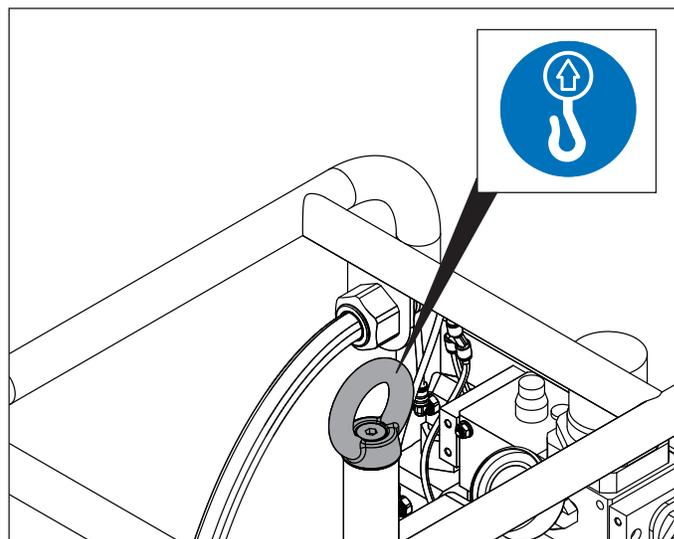

Figura 7: Golfare di sollevamento
- Sollevare la pompa soltanto tramite il golfare integrato. La posizione è indicata nella Figura 7. NON sollevare la pompa agganciando il roll cage, il serbatoio dell'olio o la scatola del motore pneumatico.